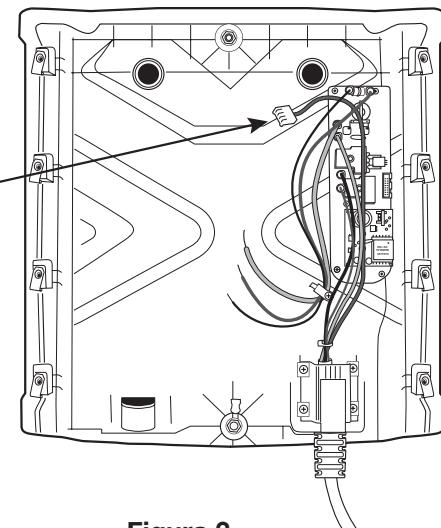

Figura 3
2. Retire los 8 tornillos de cabeza Torx y después levante la cubierta para retirarla (Figura 3). Desconecte los conectores de puente de los conectores acoplados de los tableros de circuitos para separar la cubierta de la base.